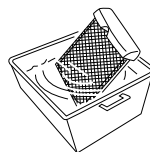

fig. 2
- Pentru a curăța filtrul, folosiți aspiratorul sau cuturați-l delicat. Dacă filtrul este foarte murdar, trebuie să folosiți apă caldă împreună cu soluții cu putere medie de curățare. (fig. 2)